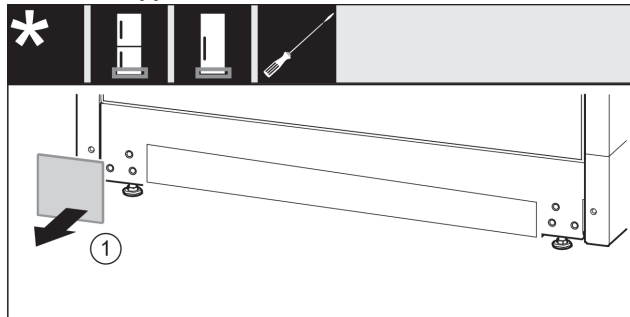

Fig. 16
- Retirer le cache Fig. 16 (1).